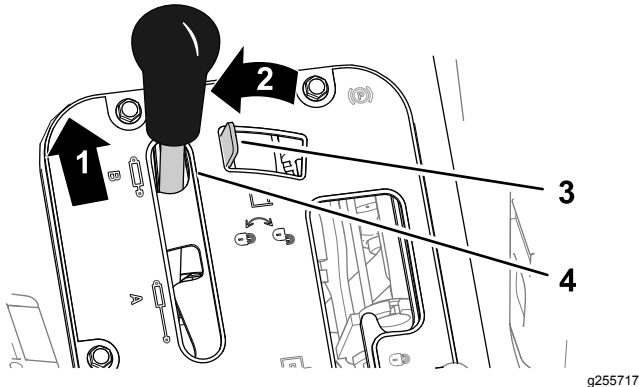

Bild 36
- Drücken Sie den Hydraulikhubhebel nach vorne (Bild 36).
- Schieben Sie die Hydraulikhubsperr nach links, um die Sperr zu aktivieren (Bild 36).